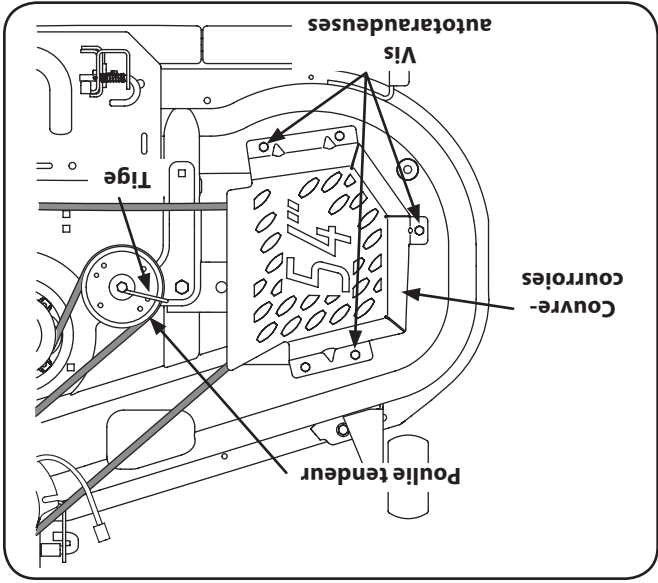

Figure 7-7
2. Retirez les couvre-courroies en enlevant les vis auto-taranduses qui les maintiennent sur le plateau de coupe. Voir la Fig. 7-7.
3. Desserrez, mais n'enlevez pas la tige de garde de la courroie sur la poulie située près de l'arrière du plateau de coupe. Voir la Figure 7-7.